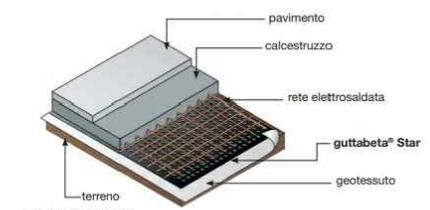

Fig. 2 Posa orizzontale
- Posa in alternativa allo strato di cls di sottofondo alle fondazioni e/o come barriera alla risalita capillare (fig.2)**